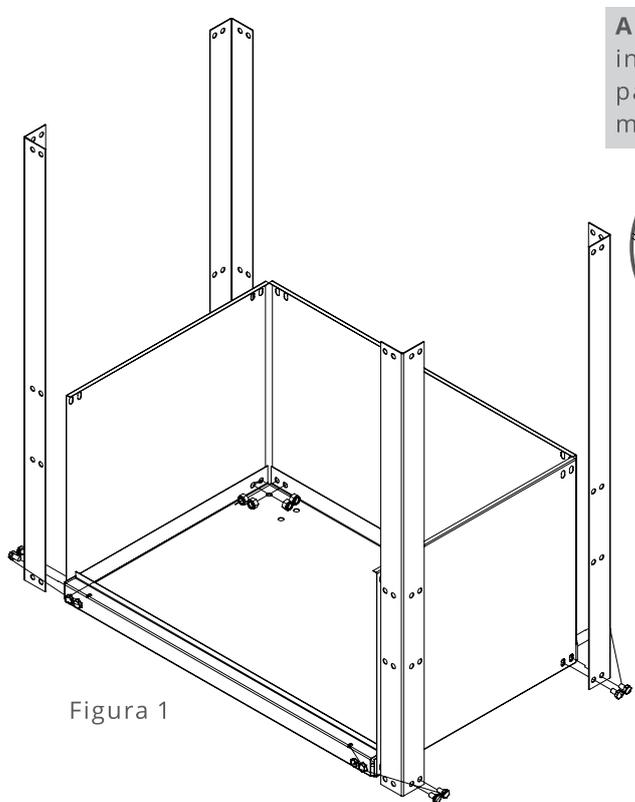

Figura 1
Inicie a montagem pela Bandeja Inferior (1) posicionando as 4 colunas (2) nos quatro cantos da bandeja (figura 1), posicione também os fechamentos laterais (8) e fechamento posterior (7), coloque todos os parafusos com a mão sem o aperto final. Para a fixação da bandeja intermediária (3) encaixe a mesma por dentro das colunas e por baixo das abas dos fechamentos (7 e 8) conforme figura 2.1.
Posicionar o engate traseiro da corrediça no rasgo traseiro do suporte soldado na bandeja superior (figura 1 e 2), deslizando até que o engate dianteiro encaixe no rasgo dianteiro (figura 3 e 4), impedindo a mesma de mover-se para cima.